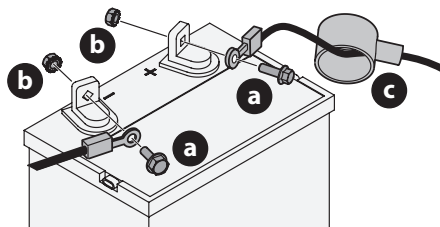

Fig. 13
- Retire la cubierta plástica, si está presente, del terminal positivo de la batería. Conecte el cable rojo al terminal positivo de la batería (+) utilizando el perno (a) y la tuerca hexagonal (b) (Fig. 13).
- Coloque el capuchón de goma rojo (c) sobre el terminal positivo de la batería para protegerlo contra la corrosión (Fig. 13).
- Retire la cubierta plástica, si está presente, del terminal negativo de la batería y conecte el cable negro al terminal negativo de la batería (-) utilizando el perno (a) y la tuerca hexagonal (b) (Fig. 13).